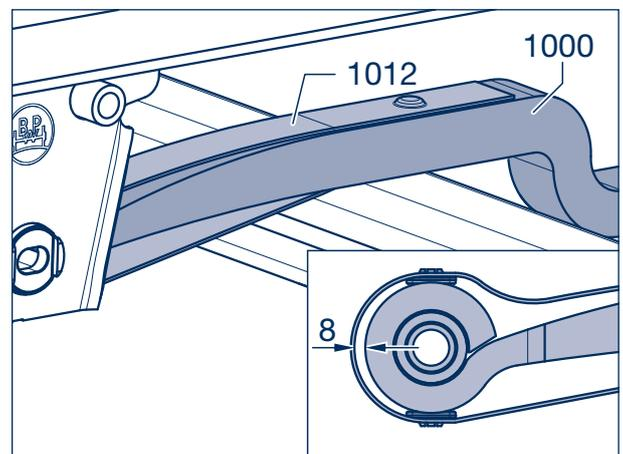

Bild 8
**Fangblech bei Einlagenfeder so positionieren, dass nach dem Einbau ein Freiraum von 8 mm vorhanden ist (siehe Detailausschnitt Bild 8).**